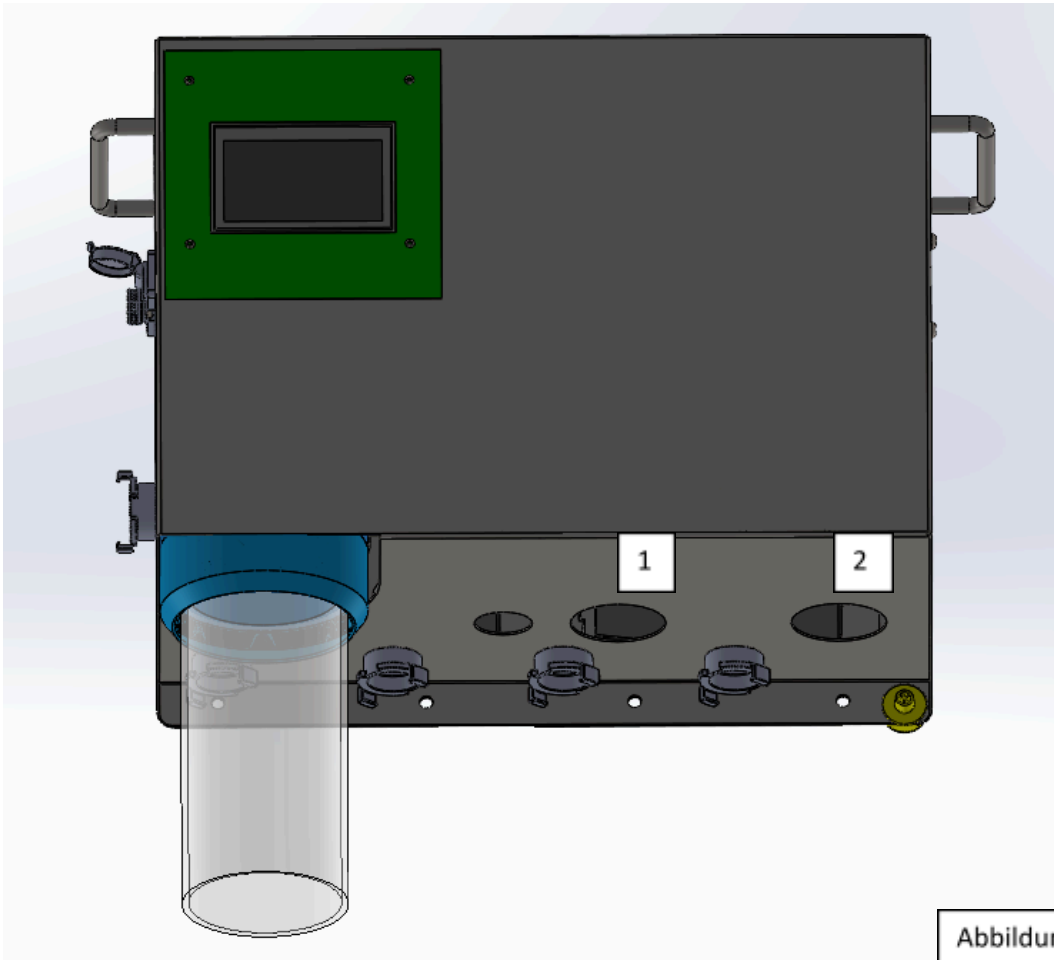

Abbildung 3
Die Pumpe neben der linken Öffnung (1) muss an MS HoofClean Care angeschlossen werden. Die Pumpe an der rechten Öffnung (2) ist für die Dosierung eines zweiten, anderen Produkts vorgesehen (siehe Abbildung 3).